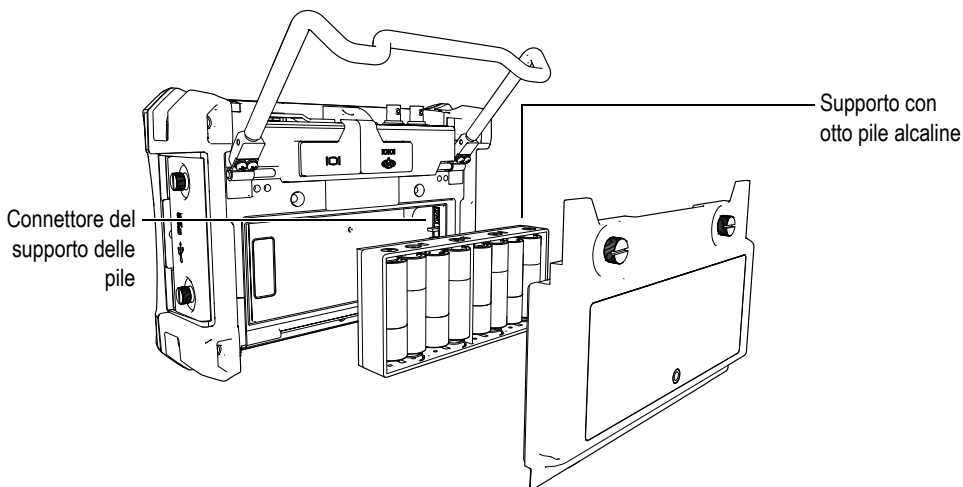

Figura 1-11 Supporto delle pile alcaline
6. Inserire il supporto per pile alcaline nel vano batteria (vedi Figura 1-11 alla pagina 28).